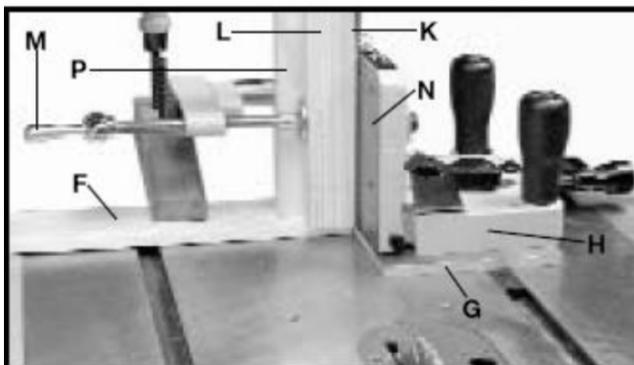
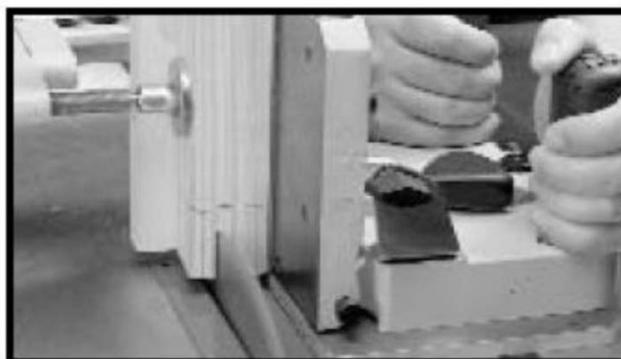
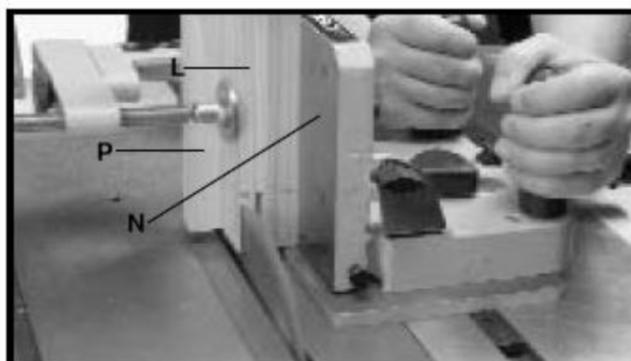
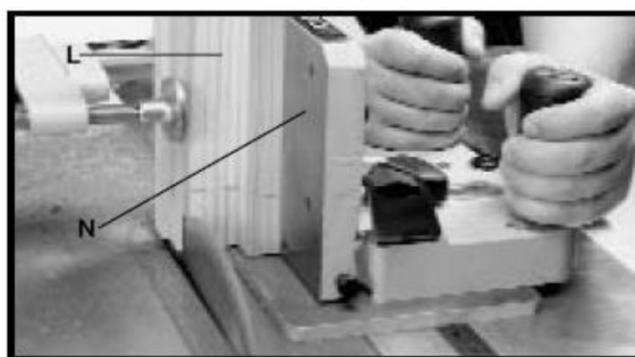

Рисунок 29
Рисунок 30
Рисунок 31
Рисунок 32
ВНИМАНИЕ: ДЕРЖИТЕ РУКИ НА РУКОЯТКАХ УСТРОЙСТВА ПРИ ВЫПОЛНЕНИИ ПРОПИЛОВ (СМ. РИС. 30 И 31).
Существует несколько способов вырезания элементов шипового соединения «в гнездо». Следующая информация отображает один из наиболее простых и безопасных методов. При этом методе сначала выполняются торцевые резы, а затем – боковые. Упор основания (F), Рис. 29, имеющий ту же толщину, что и пластина основания (G) шипорезного устройства (H), и разделительный блок (K), равный суммарной толщине шипа и пильного диска, сделают операцию более эффективной. Этот метод устраняет возможные ошибки, связанные с разницей в толщине заготовок, и предотвращает попадание вырезаемых кусков древесины между пильным диском и вертикальным упором (N).
1. Прижмите упор основания (F), Рис. 29, имеющий ту же толщину, что и пластина основания (G) шипорезного устройства (H), к столу станка, как показано на рисунке, так, чтобы шипорезное устройство могло перемещаться, не касаясь его.
2. Изготовьте разделительный блок (K), Рис. 29, равный суммарной толщине шипа и пильного диска.
3. С шипорезным устройством (H), Рис. 29, расположенным в передней части стола и над упором основания (F), поместите разделительный блок (K) и заготовку (L) в струбцину и зажмите их, вращая рукоятку струбцины (M). Убедитесь, что обе деревянные детали прижаты к вертикальной опорной пластине (N) и упорному брусу (P), как показано на рисунке.
4. Аккуратно переместите шипорезное устройство (H), Рис. 29, подводя деревянную заготовку к пильному диску. Настройте шипорезное устройство (H) по отношению к пильному диску для выполнения первого торцевого реза. Затем верните шипорезное устройство в переднюю часть стола.
6. Включите станок и произведите первый конструктивный угловой пропил, как показано на Рис. 30, медленно подавая шипорезное устройство к пильному диску до тех пор, пока пильный диск не выйдет с обратной стороны заготовки. Выключите станок и дождитесь полной его остановки, затем медленно верните шипорезное устройство в положение, показанное на Рис. 29.
7. Ослабьте струбцину (М), Рис. 29, достаньте разделительный блок (К) и зажмите заготовку (L), Рис. 31, в струбцину, не меняя ее положения относительно вертикального упора (N) и упорного бруска (Р), как показано на рисунке. Включите станок и выполните второй конструктивный рез.
8. Установите заготовку (L) в шипорезное устройство, как показано на Рис. 32, и настройтесь на выполнение третьего и четвертого внешнего реза. Включите станок и выполните внешние резы (запилы) точно так же, как вы выполняли конструктивные резы. ПРИМЕЧАНИЕ: при выполнении внешних резов нет нужды использовать разделительный блок (К), Рис. 29, так как разница в ширине внешних выступов не так критична, по сравнению с конструктивными выступами. Всего лишь разверните заготовку на 180 градусов.